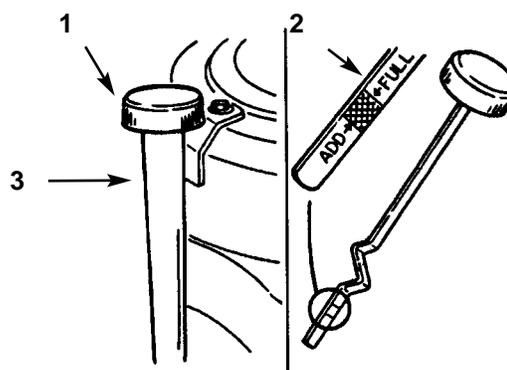

Fig. 20
4. Svitare l'asta di misurazione dell'olio e pulitene l'estremit  di metallo (Fig. 20).
7. Versate lentamente nel tubo di riempimento (Fig. 20) circa l'80% del quantitativo di olio indicato. Ora verificate il livello; vedi *Verifica del livello dell'olio*. Rabboccate lentamente fino a raggiungere la tacca di pieno (FULL) sull'asta di livello.